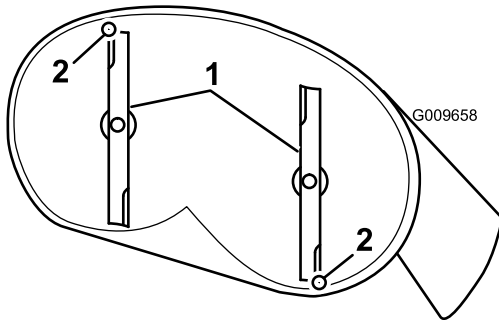
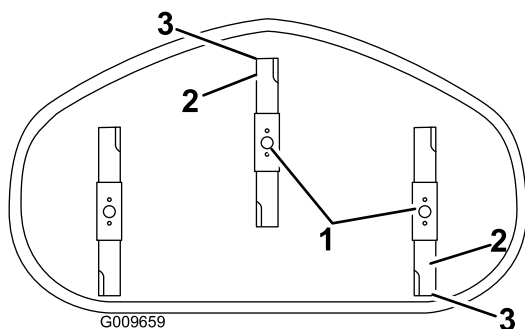

Figura 72
Figura 73
4. Gire cuidadosamente las cuchillas colocándolas en el sentido de avance de la máquina (Figura 72 y Figura 73).
5. Mida entre la punta de la cuchilla delantera y la superficie plana, y entre la punta de la cuchilla trasera y la superficie plana (Figura 72 y Figura 73).
9. Después de realizar el ajuste, compruebe de nuevo la inclinación longitudinal, y siga ajustando la tuerca hasta que la punta de la cuchilla delantera esté entre 1,6 y 7,9 mm más baja que la punta de la cuchilla trasera (Figura 72 y Figura 73).